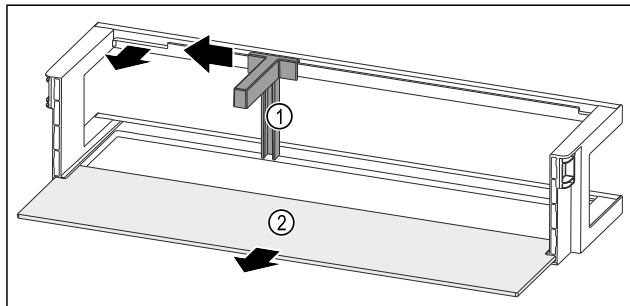

Fig. 96 Türabsteller mit Flaschenhalter und Abstellfläche
- Flaschenhalter Fig. 96 (1) bis zur Aussparung zur Seite schieben.
- Flaschenhalter Fig. 96 (1) entnehmen.
- Abstellfläche Fig. 96 (2) entnehmen.